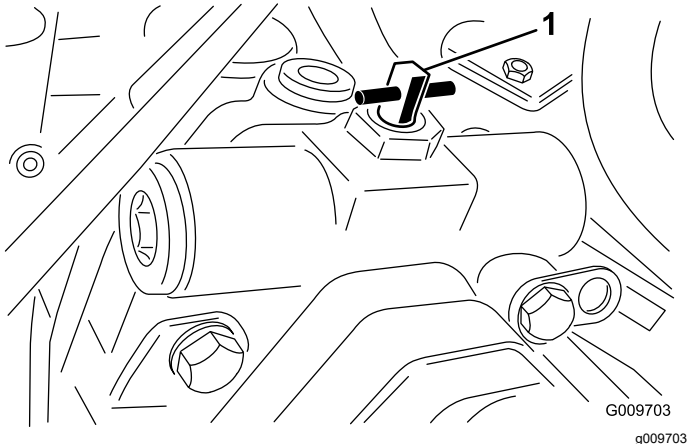

图 43
3. 将旁通阀向任一方向旋转 90°¼ 圈打开旁通阀让液压油在内部分流图 43。
2. 将旁通阀向任一方向旋转 90°¼ 圈打开旁通阀让液压油在内部分流图 43。